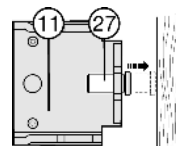

Fig. 14
- ▶ Nastavovací šroub Fig. 14 (27) v prostředním stojanu ložiska Fig. 14 (11) uveďte na doraz s boční stěnou skříňky.